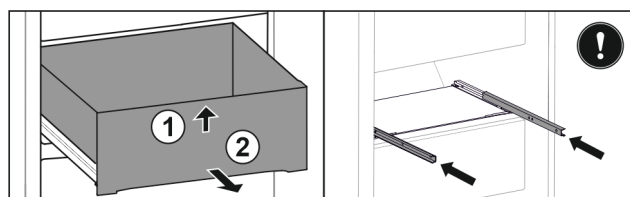

Fig. 36 *
- ▶ Unieść szufladę z przodu Fig. 36 (1).*
- ▶ Wyjąć do przodu Fig. 36 (2).*